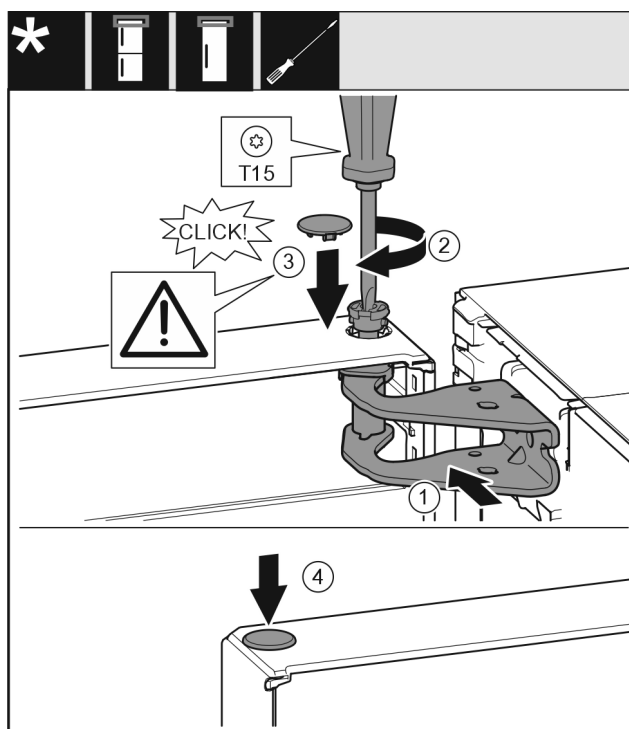

Fig. 18
- ▶ Duris viršuje išlygiuokite į atraminės gembės angą. Fig. 18 (1)
- ▶ Įstatykite varžtą ir tvirtai prisukite atsuktuvu T15. Fig. 18 (2)
- ▶ Durims užfiksuoti sumontuokite apsauginę dengiamąją plokštelę: uždėkite apsauginę dengiamąją plokštelę ir patikrinkite, ar ji priglundą prie durų. Kitu atveju įstatykite iki galo varžtą. Fig. 18 (3)
- ▶ Įstatykite kaištį. Fig. 18 (4)